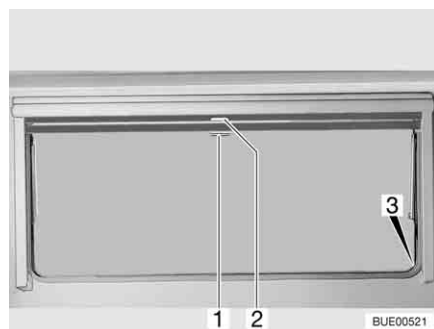

Fig. 53 Finestra apribile
- Tirare verso il basso l'oscurante a rullo accompagnandolo con la maniglia (Fig. 53,2). Quando si chiude completamente l'oscurante a rullo esso va agganciato da entrambi i lati al telaio della finestra nell'apposito elemento di fissaggio (Fig. 53,3).
- Quando l'oscurante a rullo è completamente chiuso: Spingere la maniglia (Fig. 53,2) verso il basso tirandola leggermente verso l'interno. Sganciare l'oscurante a rullo dagli elementi di fissaggio a destra e a sinistra del telaio della finestra.
- Quando l'oscurante a rullo si trova in posizione intermedia: Tirare la maniglia (Fig. 53,2) leggermente verso il basso finché l'elemento di fissaggio non si è sganciato.
- Tirare la maniglia (Fig. 53,1) della zanzariera a rullo verso il basso e agganciarla all'elemento di fissaggio (Fig. 53,3) su entrambi i lati del telaio della finestra.
- Spingere la maniglia (Fig. 53,1) verso il basso tirandola leggermente verso l'interno. Sganciare la zanzariera a rullo dagli elementi di fissaggio a destra e a sinistra del telaio della finestra.